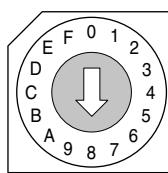

Fig. 2: S/W P2 rotatif
- Laissez l'unité fonctionner en mode refroidissement pendant un minimum de 30 minutes. Si le cycle ne parvient pas à se stabiliser, coupez l'alimentation électrique, ajustez le commutateur sur P2 (référez-vous à la fig. 2, graphique). Répétez cette procédure jusqu'à ce que le système devienne stable.